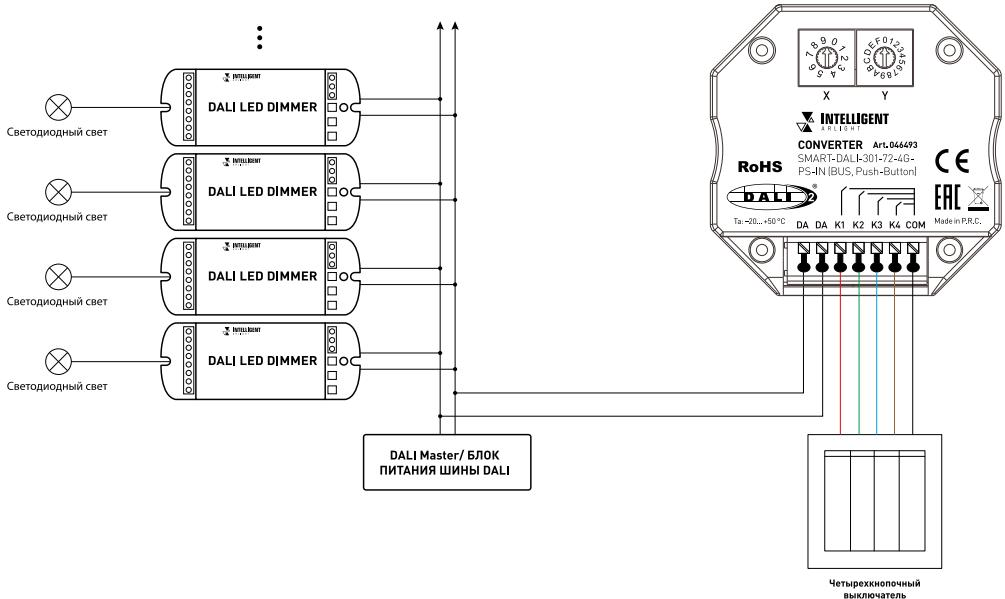

Рис. 1. Схема подключения конвертера
3.2. Подключите конвертер согласно схеме, приведенной на рис. 1.